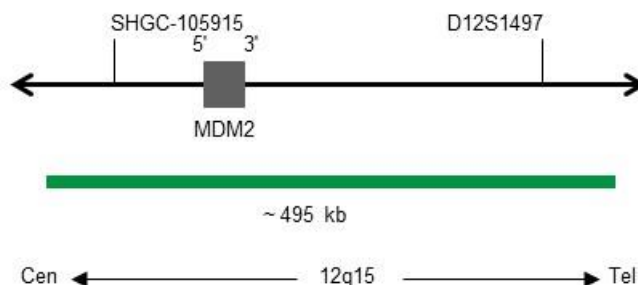

Fig. 1: SPEC MDM2 Mapa da sonda (não à escala)
- Polinucleótidos marcados com ZyGreen (excitação 503 nm/emissão 528 nm) (~10,0 ng/ μ l), que têm como alvo sequências mapeadas em 12q15* (chr12:69,071,802-69,565,421) que albergam a região do gene MDM2 (ver Fig. 1).
- Polinucleótidos marcados com ZyOrange (excitação 547 nm/emissão 572 nm) (~1,5 ng/ μ l), que visam sequências mapeadas em 12p11.1-q11 específicas para a região centromérica do satélite alfa D12Z3 do cromossoma 12 (ver Fig. 1).